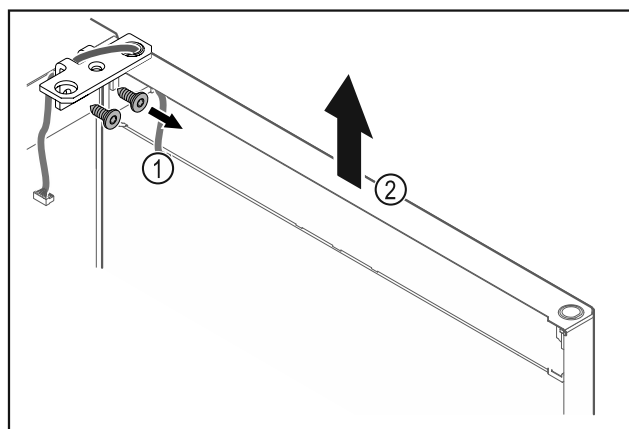

Fig. 25
- ▶ Odvrtite kutne šarke Fig. 25 (1).
- ▶ Dignite vrata s kutnim šarkama Fig. 25 (2) cca 200 mm ravno prema gore i skinite ih.